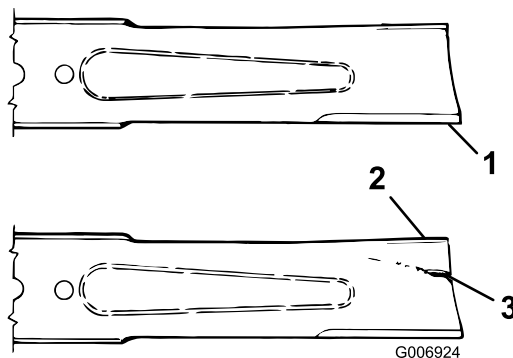

Figure 15
2. Examinez attentivement les tranchants de la lame, particulièrement au point de rencontre de la partie plane et de l'ailette (Figure 15). Le sable et les matières abrasives peuvent éroder le métal à cet endroit, c'est pourquoi il est important de contrôler l'état de la lame avant d'utiliser la machine. Remplacez la lame si elle est usée (Figure 15) ; voir Dépose de la lame.
Si la lame est trop usée, une entaille se forme entre la partie relevée et la partie plane (Figure 15). La lame peut alors se briser et un morceau être projeté du dessous de la machine, vous blessant gravement ou une personne à proximité.